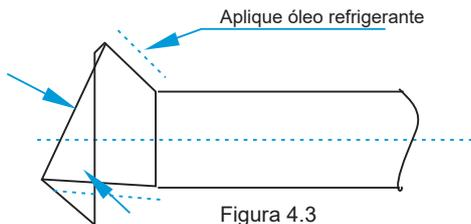

Figura 4.3
- Antes de instalar a porca do tubo, aplique um pouco de óleo refrigerante na tomada (tanto por dentro como por fora), e depois gire-a três ou quatro vezes antes de apertar a tampa. Veja a Figura 4.3.